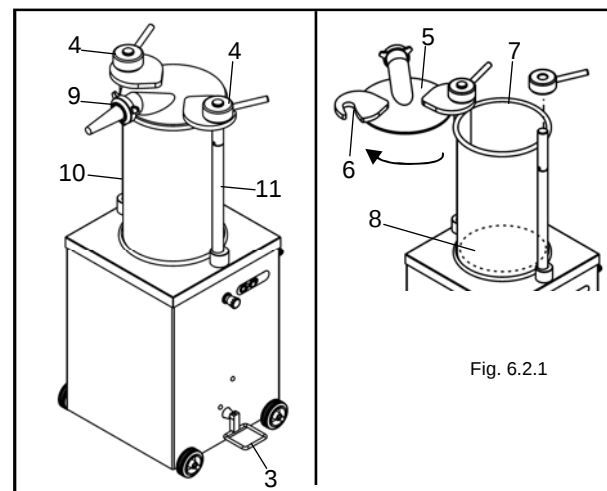

Fig. 6.2.1
- Après avoir branché la machine au réseau électrique, appuyer sur le bouton de mise en route "1" fig. 6.2.1 .
- Desserrer les embouts "4" de blocage du couvercle de quelques tours. Soulever le couvercle et le tourner latéralement voir fig. 6.2.1.
- Après avoir choisi et installé l'entonnoir de sortie à l'aide de l'embout "9", fig. 6.2.1 appuyer sur le bouton de mise en route "1".
- Quand le contenu du cylindre est terminé, placer le tampon dans la position initiale en soulevant la pédale (fig. 6.2.1).
Pour ôter correctement tous les résidus de pâte de la machine, enlever le couvercle en dévissant les embouts de blocage "4" fig. 6.2.1.
Extraire le cylindre en le soulevant perpendiculairement aux deux pivots "10" et "11" fig. 6.2.1. Nettoyer avec de l'eau et du détergent non toxique, le tampon et les parties externes de la machine, ensuite essuyer tous les éléments.
Remonter le tout et serrer à l'aide du levier "4" le couvercle "5" sur le cylindre "7" (fig. 6.2.1).
Au cas où il serait nécessaire de démonter le tampon "8" (fig. 6.2.1) procéder comme suit :